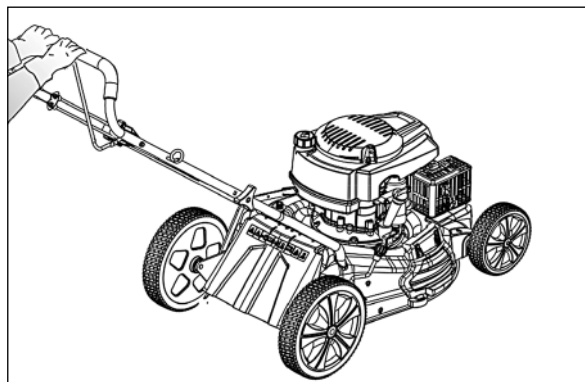

Рис. 10
6. Для включения привода колес зажмите нижний рычаг, не отпуская верхний рычаг привода ножа (рис. 10).